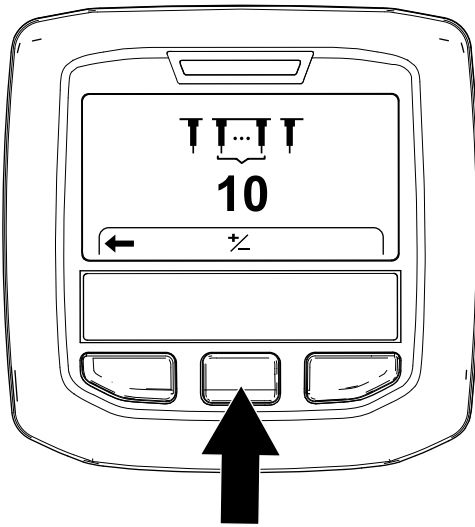

Figura 61
3. Apăsăți butonul InfoCenter din dreapta până când se afișează ecranul Setting the Tine Quantity (Setare cantitate de dini) (Figura 61).